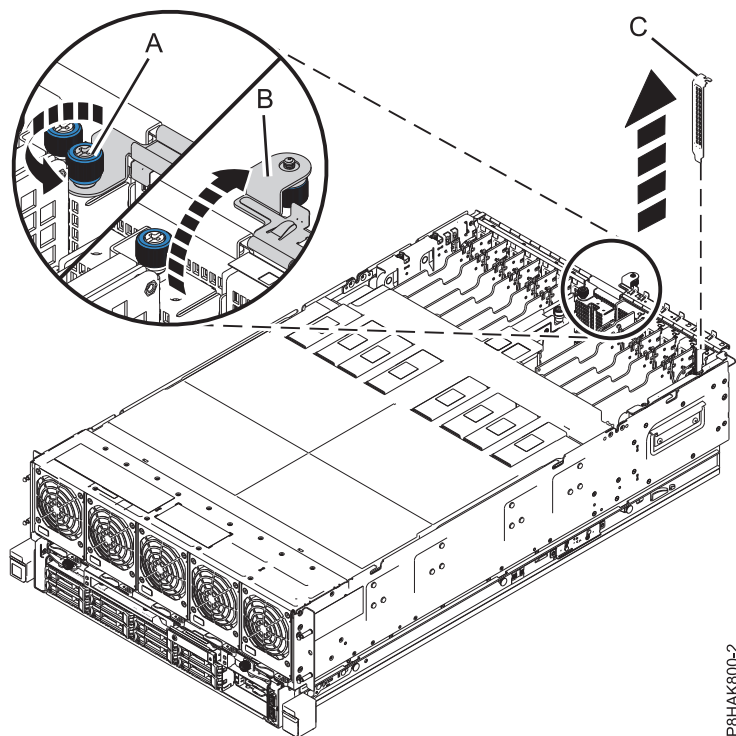

Figura 3. Extracció d'un panell de reblliment d'una ranura d'un adaptador PCIe al sistema 8408-44E o 8408-E8E
- a. Descargoleu el cargols de mà captiu de la peça de subjecció de retenció d'E/S fins que quedi fluix del tot. Consulteu **(A)** a la Figura 3 a la pàgina 6.
- b. Obriu la peça de subjecció de retenció d'E/S fent-la girar cap amunt i traient-la del sistema. Consulteu **(B)** a la Figura 3 a la pàgina 6.
- c. Per treure el panell de reblliment, agafeu-lo **((C))** amb compte per l'extrem superior o per la contrapunta i traieu-lo del sistema. Consulteu Figura 3 a la pàgina 6.